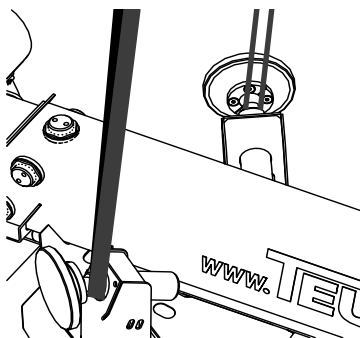

Fig. 59
- L'arrimage sur les appuis doit uniquement se faire avec des sangles (Fig.59).